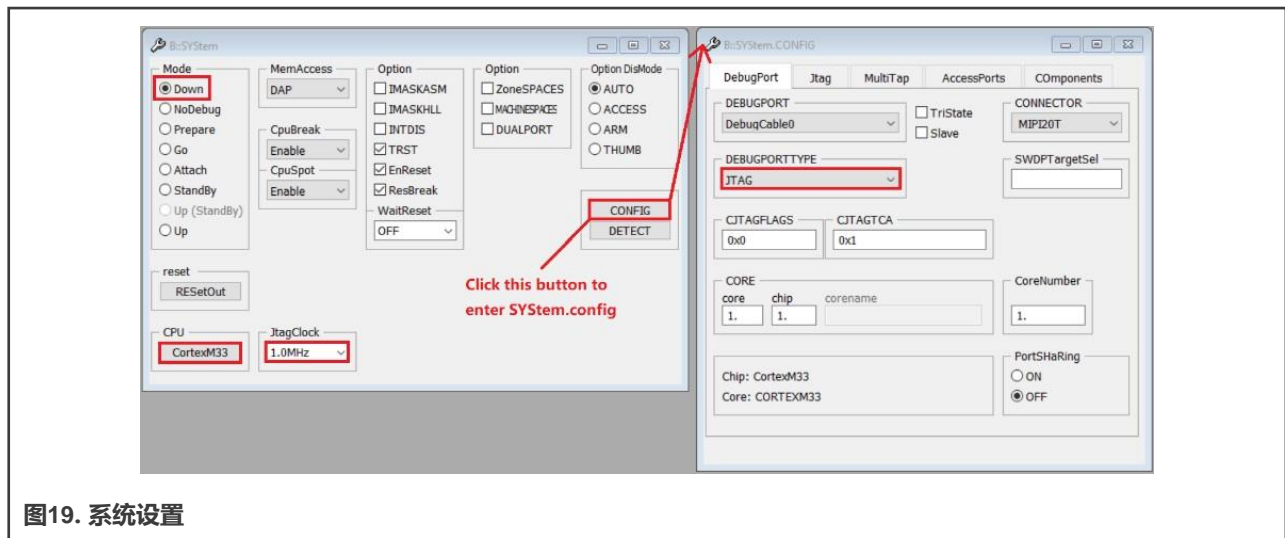

图19. 系统设置
3. 点击菜单栏中的CPU -> 系统设置..., 出现系统设置对话框。执行系统设置, 如图19所示。